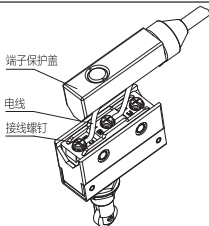
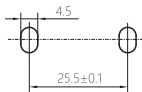
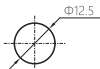
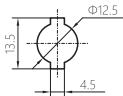

图17 布线示意图
图18 开孔示意图
图19 开孔示意图
图20 开孔示意图
7.2.1 安装：布线见图17，开孔见图18~图20。
注：开孔示意图20适用于YBLXW-6/11ZL和YBLXW-6/11HL产品安装，开孔示意图19适用于YBLXW-6/11BZ和YBLXW-6/11CA产品安装，图18~图20开孔不能同时使用，避免损坏产品。